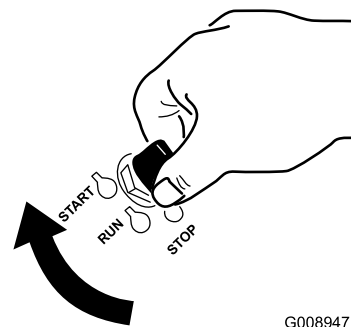

Figure 21
1. Tournez la clé de contact à la position DÉMARRAGE (Figure 21).